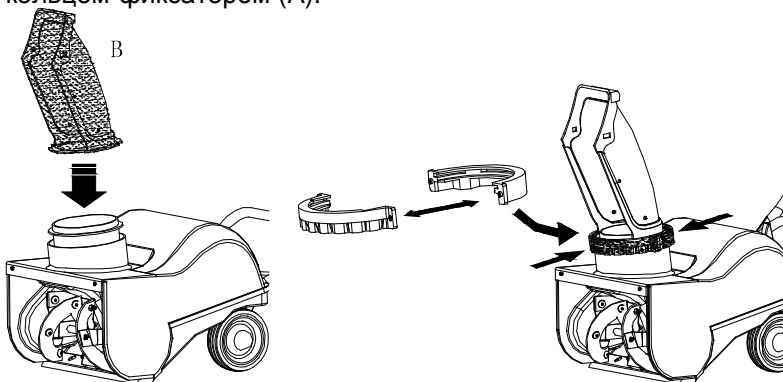

Рис. 5
3. Произведите установку разгрузочного желоба (4) (Рис.5). Установите желоб (B) на разгрузочное отверстие, закрепив его кольцом-фиксатором (A).